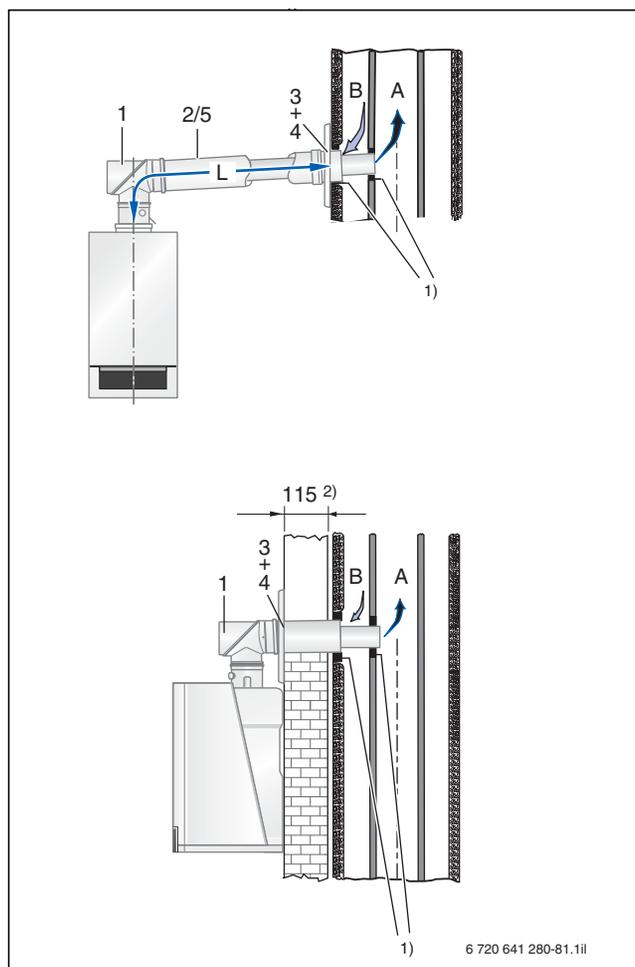

Bild 176 Montagevarianten (Maße in mm)
Bei der Montage der Gas-Brennwertgeräte Logamax plus GB192i(T) direkt an den Schornstein ist eine Vormauerung mit einer Mindestwandstärke von 11,5 cm vorgeschrieben (→ Bild 176).